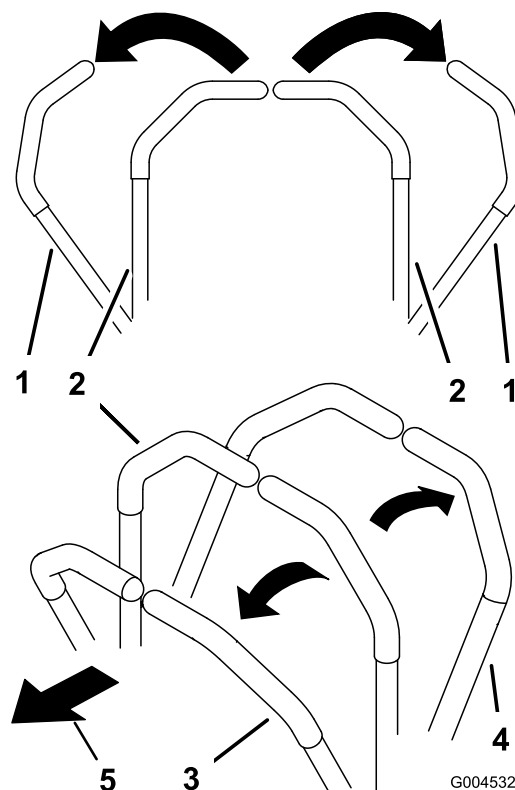

Figura 18
2. Para ir hacia adelante, empuje lentamente las palancas de control de movimiento hacia adelante (Figura 18).
Para ir recto, aplique la misma presión a ambas palancas de control de movimiento (Figura 18).
Para girar, deje de empujar la palanca de control de movimiento del lado al que desea girar (Figura 18).